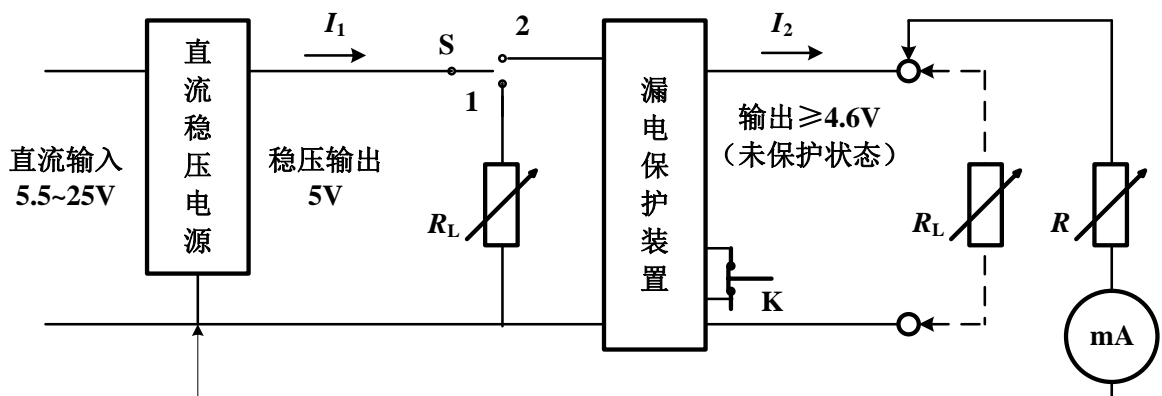

图 1 电路连接图
设计并制作一台线性直流稳压电源和一个漏电保护装置，电路连接如图 1 所示。图中 R_L 为负载电阻、 R 为漏电电流调整电阻、 A 为漏电流显示电流表、 S 为转换开关、 K 为漏电保护电路复位按钮。
(1) 转换开关 S 接 2 端，将 R_L 接到漏电保护装置的输出端，阻值固定为 20Ω ， R 和电流表 A 组成模拟漏电支路（见图 1）。调节 R ，将漏电动作电流设定为 30 mA。当漏电保护装置动作后， R_L 两端电压为 0V 并保持自锁。排除漏电故障后，按下 K 恢复输出。要求漏电保护装置没有动作时，输出电压 $\geq 4.6V$ 。
(2) 要求漏电保护装置动作电流误差的绝对值 $\leq 5\%$ 。
(3) 尽量减小漏电保护装置的接入功耗。
(4) 其他。